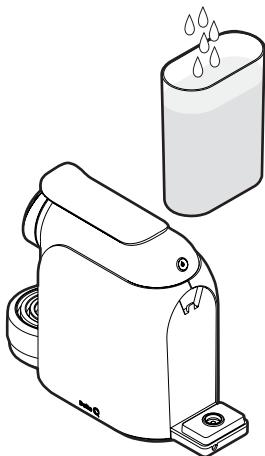

Fig. 3: Retirez le réservoir d'eau et remplissez-le avec de l'eau.
- Retirez le réservoir d'eau et ouvrez le couvercle (voir **Fig. 3**). Placez ensuite environ 1 L d'eau dans le réservoir.
Versez ensuite environ 1 L d'eau dans le réservoir (voir **Fig. 3**)